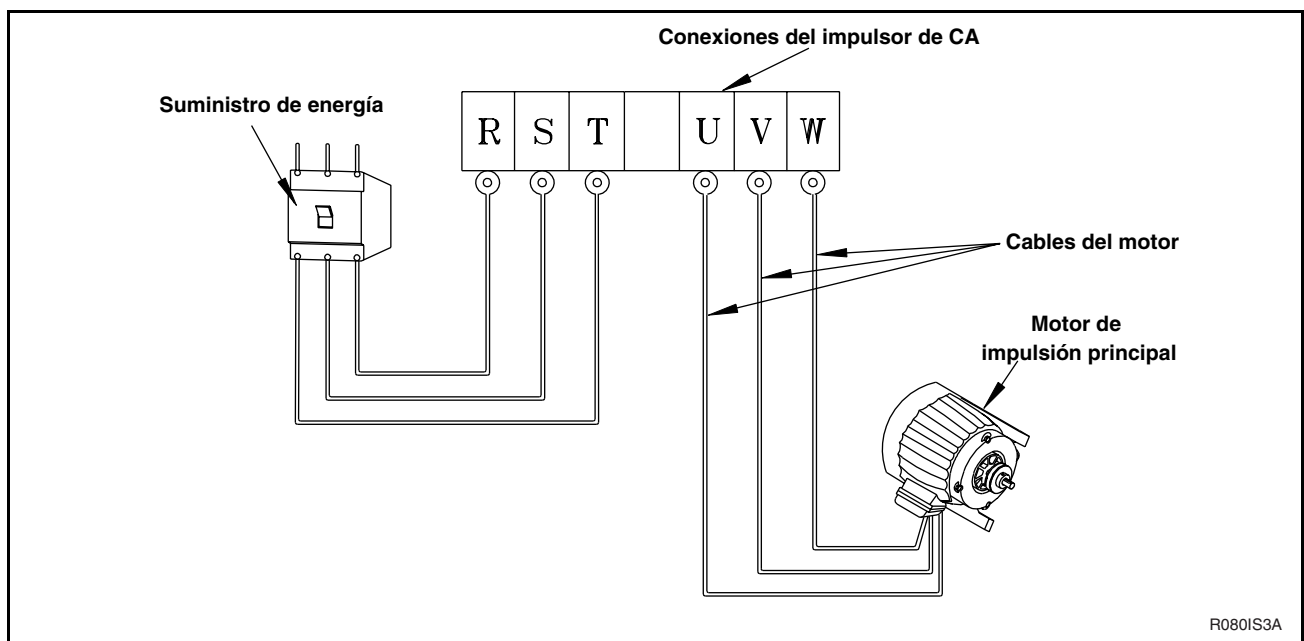

Figura 14
7. La rotación deber ser en sentido contrario a las agujas del reloj en el paso de extracción. Si la rotación no es en el sentido contrario a las agujas del reloj en el paso de extracción, desconecte la corriente. Un eléctrico cualificado debe invertir dos cables principales cualquier del mando de CA y el motor. Consulte la Figura 14.